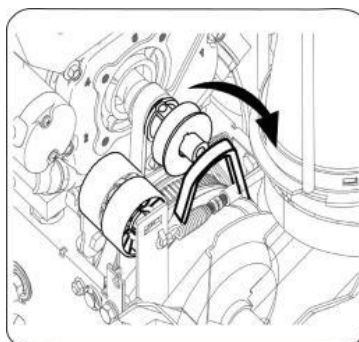

Рисунок 23
3. Снимите ремень шнека со шкива двигателя (см. рис.23).